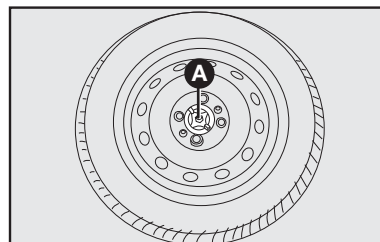

fig. 11
18) Fixar a roda com o dispositivo de bloqueio **A-fig. 11**.